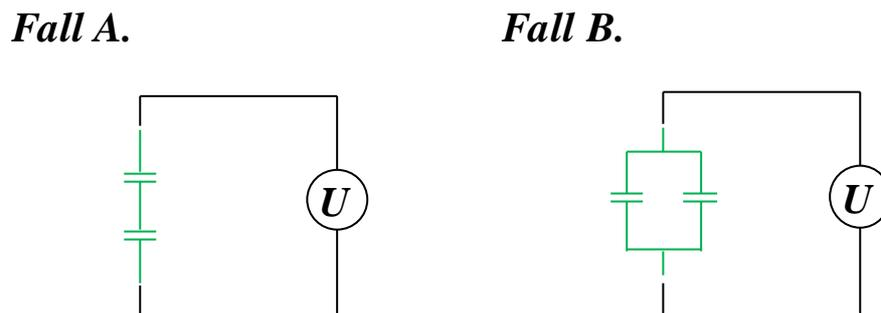

Bild K1-2
- a) Zeichnen ein vereinfachtes Ersatzschaltbild für Fall A und Fall B in die nachfolgende Grafik (*Bild K1-2*). (1 Punkt)